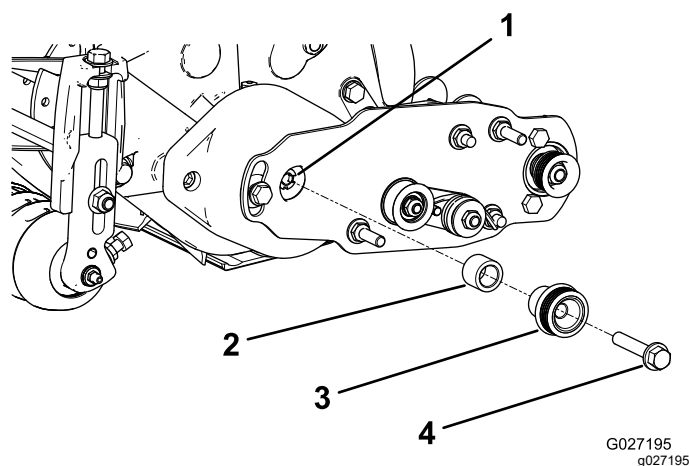

Bild 13
1. Setzen Sie das Distanzstück auf die Welle im Lagergehäuse (**Bild 13**).
2. Setzen Sie die Antriebsscheibe in das Distanzstück und auf die Antriebswelle (**Bild 13**).
3. Befestigen Sie die Riemenscheibe und das Distanzstück mit einer Bundkopfschraube (3/8" x 2") an der Antriebswelle, siehe Bild 13.